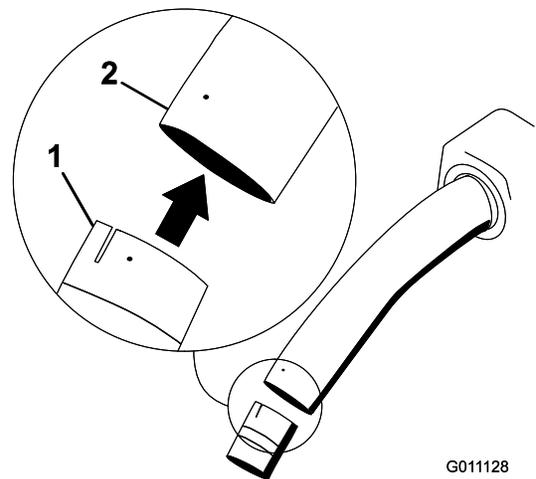

Figura 25
- Instale o conjunto do tubo intermédio e inferior no tubo superior (Figura 25).